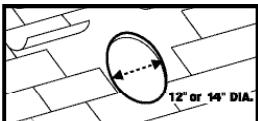

Figure 2 • Figura 2
**Prepare Hole...** Starting with shingle course closest to the horizontal center of the 12" or 14" cut-out, carefully roll up all shingles in the area between your marks, working upward. Remove all shingle nails within this area. **Figure 2**
**Préparez le toit...** En commençant avec le rang de bardeaux le plus près du centre horizontal de l'ouverture de 30,48 cm ou 35,56 cm (12 po ou 14 po), soulevez délicatement tous les bardeaux situés dans la section délimitée par vos marques, en travaillant vers le haut. Enlevez tous les clous de bardeaux qui se trouvent dans ce secteur. **Figure 2**